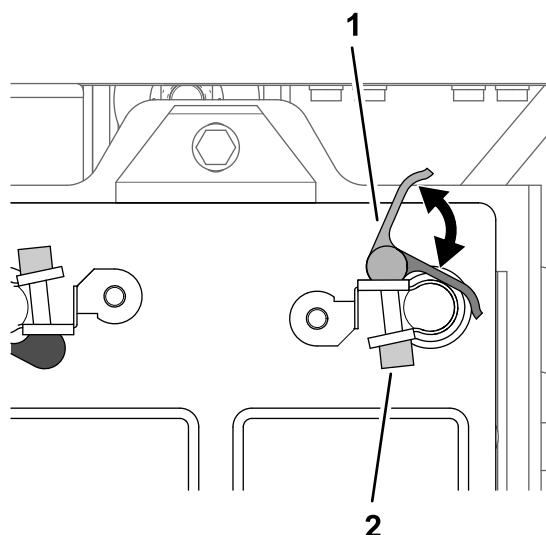

Figura 208
2. Aprite la maniglia di chiusura del morsetto ad attacco rapido con la maniglia nera (Figura 208).
4. Chiudete la maniglia di chiusura del morsetto ad attacco rapido (Figura 208).